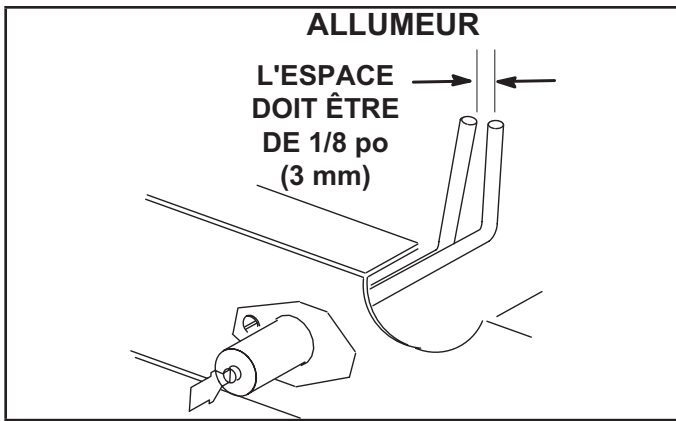

FIGURE 49
- 4 - Localiser l'allumeur sous les brûleurs de gauche. Vérifier l'écartement des contacts à l'aide de mèches hélicoïdales ou de jauges d'épaisseur de la taille appropriée. Voir FIGURE 49.
- 5 - Vérifier l'alignement de l'allumeur et du capteur comme indiqué à la FIGURE 49 et au TABLEAU 25.